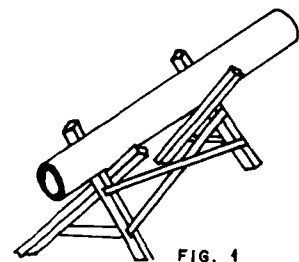

FIG. 1
1.º Passo – Apoie o tubo com firmeza. (fig. 1.)